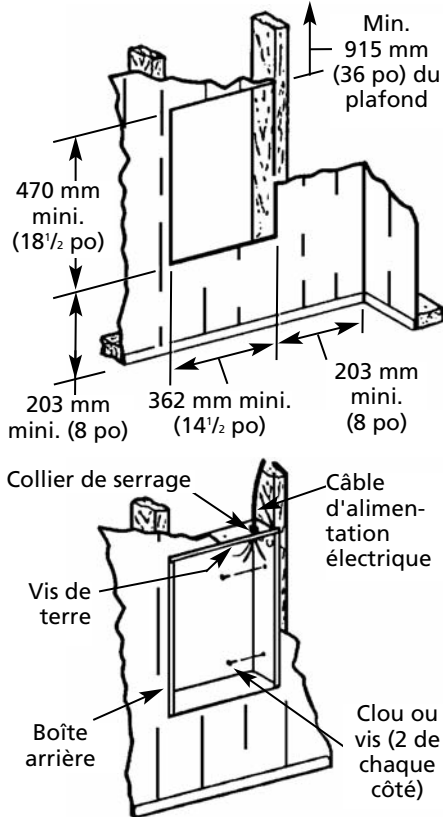

Figure 3 – Repérage de la boîte arrière encastrée dans une construction existante
1. Faire une découpe murale de 362 mm (14 1/2 po) de large par 470 mm (18 1/2 po) de haut, à la hauteur de montage voulue, mais à au moins 203 mm (8 po) de tout mur adjacent ou à 915 mm (36 po) du plafond, (voir la Figure 3, page 3).